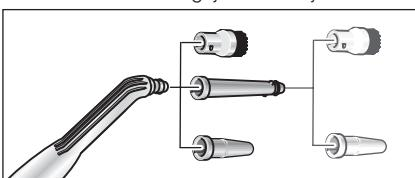

Fig. 6: Accesarios adicionales para la boquilla de chorro concentrado
- Con el fin de aumentar el rendimiento de limpieza al trabajar con la boquilla de chorro concentrado (D1), puede utilizarla junto con el tubo de prolongación (D2), el cepillo circular (D3) o la boquilla para aumentar la velocidad de salida del vapor (D4) (véase la fig. 6). Para ello, coloque las entalladuras del accesorio adicional sobre los salientes de la boquilla de chorro concentrado. Gire el accesorio adicional hasta el tope en el sentido de las agujas del reloj.